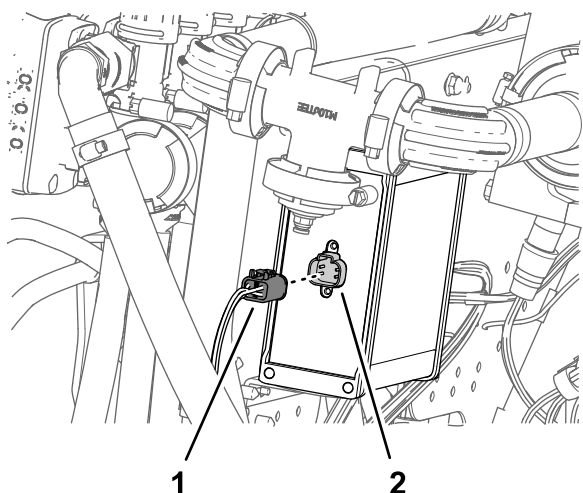

Figura 133
4. Insira o conector de quatro tomadas rotulado PARA ASC 10 (o asc 10) no conector de quatro pinos do controlador de pulverização ASC 10 (Figura 133).